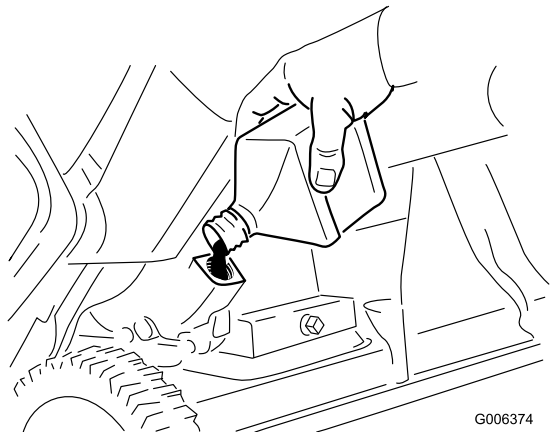

Bild 32
8. Wenn die Maschine in der Betriebsstellung ist, gießen Sie **vorsichtig** Öl in Öleinfüllloch. Warten Sie drei Minuten und füllen dann mehr Öl ein, bis es fast überläuft (Bild 32).